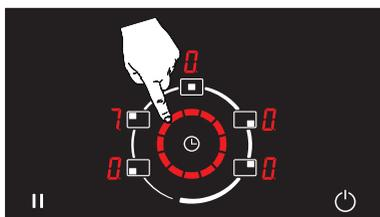

Figure 36
2. La zone de cuisson pour laquelle la fonction de cuisson automatique (**A**) est réglée est ajustée au niveau de température requis à l'aide de la commande à glissière rotative et la fonction de cuisson automatique (**A**) est terminée. (Voir Fig. 36)